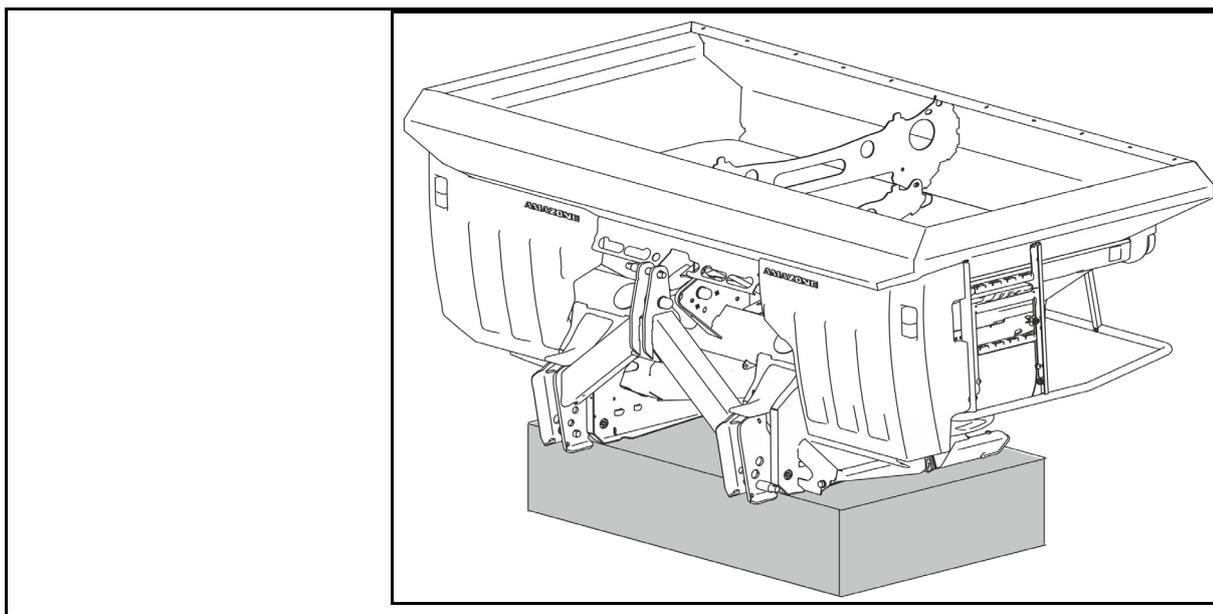

Fig. 43
2. Sganciare lo sbloccaggio (Fig. 43/1).
3. Cercare la posizione della paratoia necessaria sulla scala (Fig. 43/2).
4. Regolare l'angolo di lettura (Fig. 43/3) sulla leva di regolazione (Fig. 43/4) sul valore di scala.